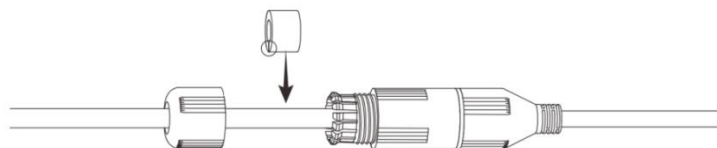

Рисунок 6.9 — Втулка герметичной кабельной муфты
4. Наденьте разрезанную втулку на сетевой кабель между колпачком и основанием муфты (Рисунок 6.9).